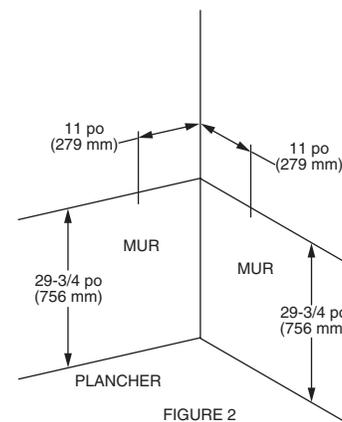

FIGURE 2
6. Les supports fournis avec le lavabo doivent être montés à 11 po du coin et à 29-3/4 po du plancher sur chaque mur (voir la **FIGURE 2**). Serrer les supports, fente centrale seulement, jusqu'à ce qu'ils supportent le lavabo tout en laissant un jeu pour le dernier ajustement. S'assurer que le support est à la position la plus haute au moment de le positionner. Placer le lavabo.